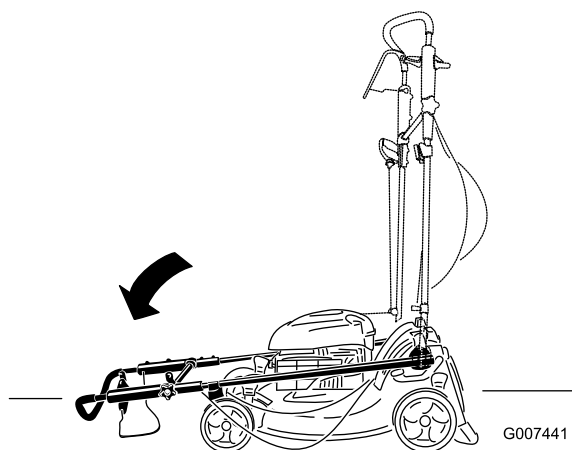

Figure 49
2. Repliez le guidon complètement vers l'avant et desserrez le bouton de la partie supérieure du guidon (Figure 49).